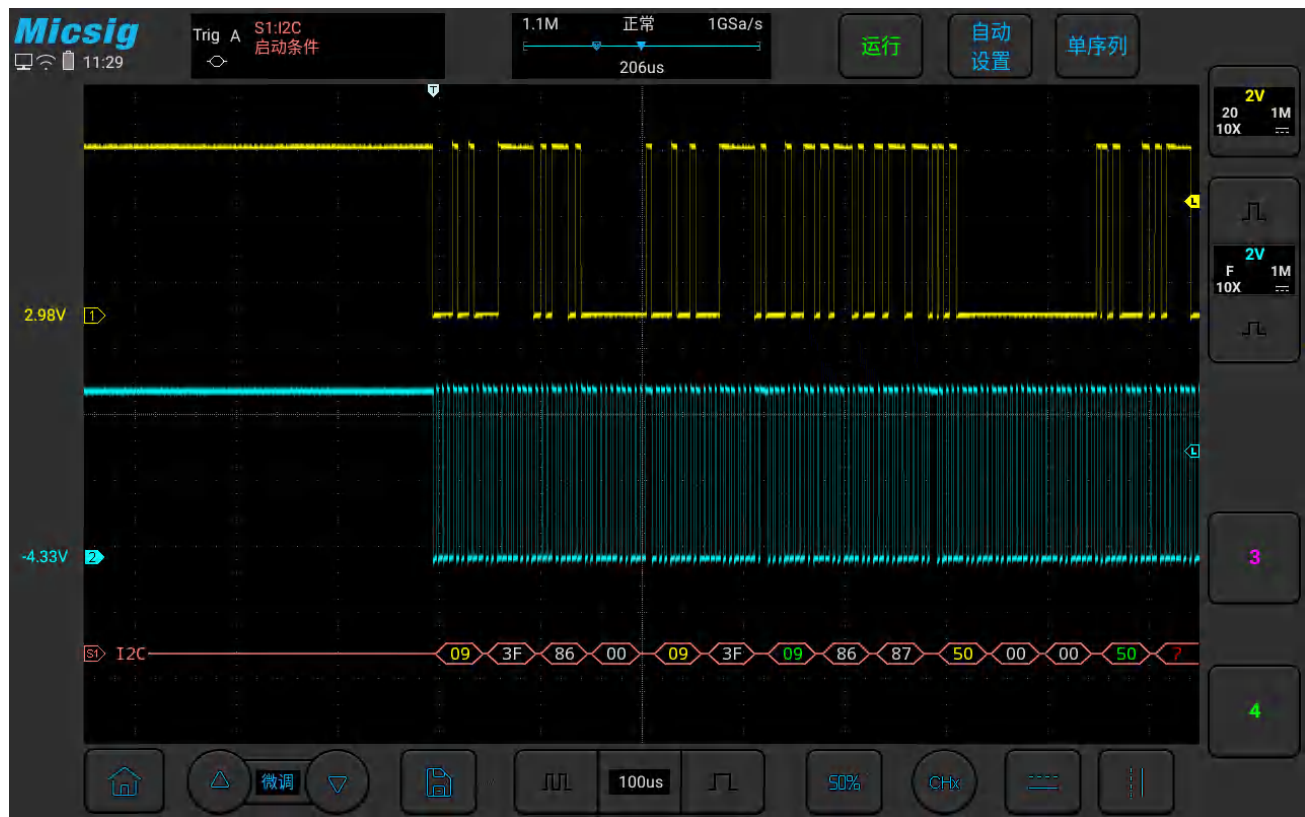

图11-24 I2C 图形界面
- (1) 轻点 S1 打开解码通道，再次点击 S1 打开总线配置菜单；
- (2) 选择总线类型为“I2C”，打开总线设置菜单，点选时钟 SCL 为 Ch2 通道；
- (3) 打开触发方式配置菜单，在触摸屏上点选 “启动条件”；
- (4) 依据信号幅值设置 2 个通道的阈值电平； I2C 触发图形界面见图 11-24：